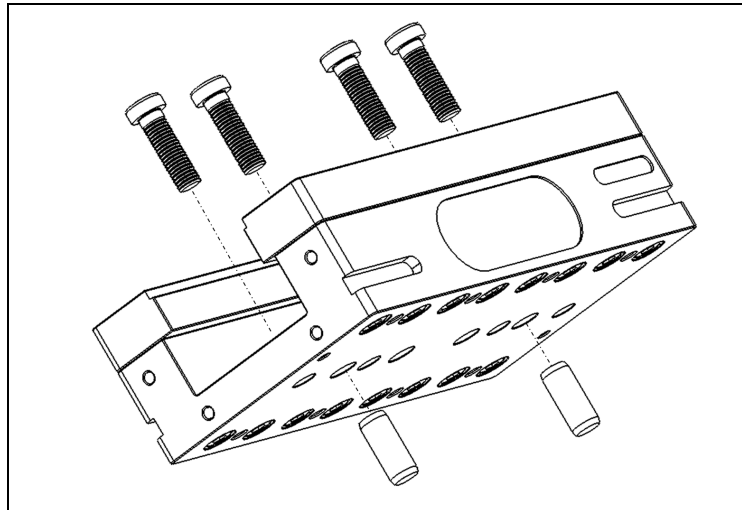

Abb. 19 Darstellung der Befestigung über innenliegende Befestigung (Vario 125/250)
- Der Grundkörper kann nach belieben an verschiedenen Aufnahmen montiert werden. Hierzu mindestens zwei Passstifte $\varnothing 12$ H7 einsetzen und mit vier Befestigungsschrauben (Vario 125/250) oder zwei Befestigungsschrauben (Vario 90/180) M10 10.9 (DIN 7984) den Grundkörper befestigen. Anzugsdrehmoment: 60Nm. (Abb. 19)